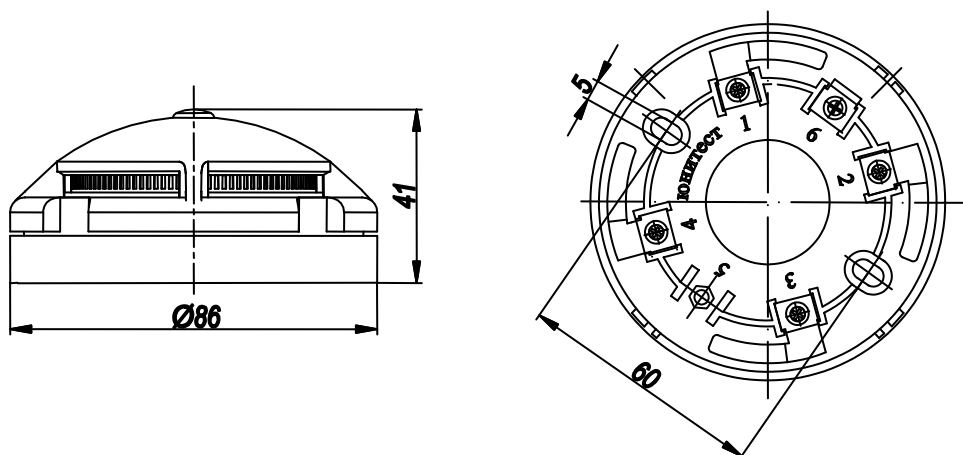
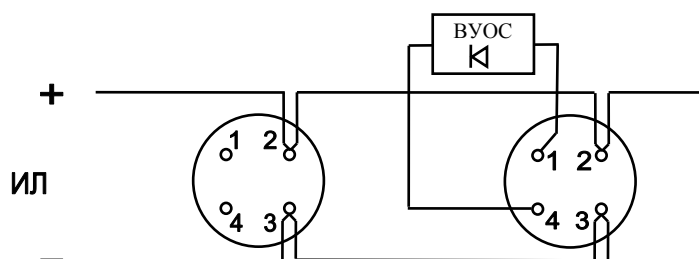

Рис.1. Габаритные и установочные размеры извещателя.
Рис.2. Схемы включения извещателя в информационную линию «Минитроник А32».
- 5.2. Установить базы извещателей согласно проекту. Габаритные и установочные размеры извещателя показаны на рис.1, схемы подключения – на рис.2.